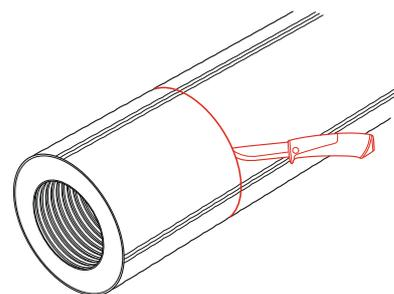

Рис. 4.4.2
2. Надрезать защитную оболочку по окружности на глубину 4-6 мм на расстоянии 200 мм от торца трубы (рис. 4.4.2).